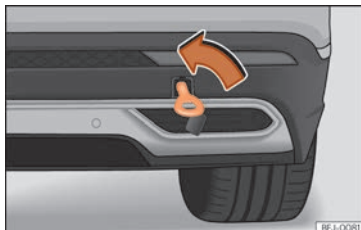

Abb. 101 Auf der rechten Seite des hinteren Stoßfängers: Eingeschraubte Abschleppöse.
- Drehen Sie die Abschleppöse **entgegen dem Uhrzeigersinn** in die Aufnahme bis zum Anschlag »» **Abb. 101** »» ⚠. Verwenden Sie ein geeignetes Hilfsmittel, um die Abschleppöse festzuziehen.